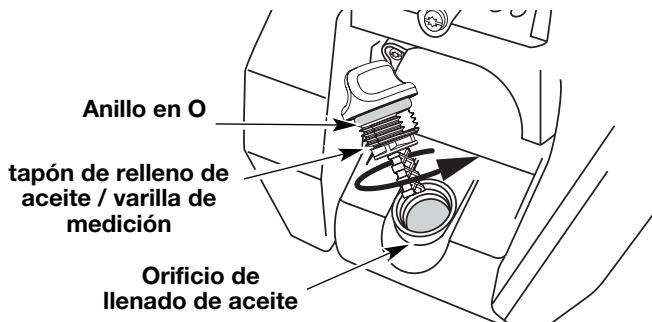

Fig. 24
6. Si el nivel está bajo, agregue una pequeña cantidad de aceite en el orificio de llenado de aceite y vuelva a medir (Fig. 24). Repita hasta que el nivel de aceite llegue hasta la parte superior de la varilla de medición.
NOTA: Verifique que el anillo en O esté en su lugar en el tapón de llenado de aceite / varilla de medición cuando mida y cambie el aceite (Fig. 24).